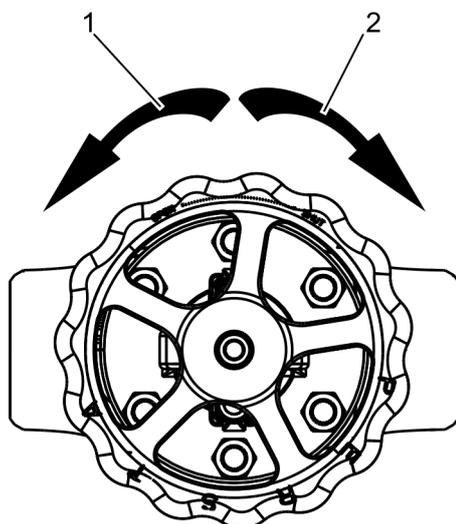

Fig. 23: Entraînement manuel : Actionner le volant en cas d'urgence
- Rotation dans le sens horaire (Fig. 23/2) : fermer la vanne (« Shut »).
- Rotation dans le sens anti-horaire (Fig. 23/1) : ouvrir la vanne (« Open »).